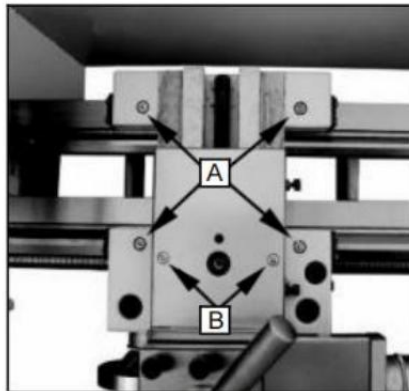

Fig. 36
2. Afloje el tornillo moleteado (B, Fig.36) y abrir el Deslizamiento dedos. (c, Fig.31) hasta que la luneta se pueda mover con su dedo alrededor de la Pieza de trabajo . segura el estable descansar en posición .
Lubricar Cuatro aceites Puertos (A, Fig. 36) con máquina de 20w o yo una vez Diariamente.